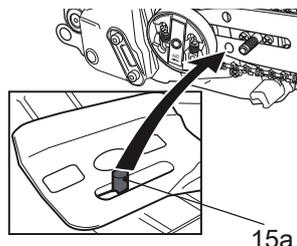

Fig. 6
- > Remettez le couvercle en place [16]. Si nécessaire, ajustez la goupille de tension [15a] en faisant rentrer ou sortir la vis de tension [15] à l'aide de l'outil multi-fonction [30] jusqu'à trouver la position permettant d'insérer la goupille dans le trou inférieur du guide-chaîne [7] (Fig. 6).